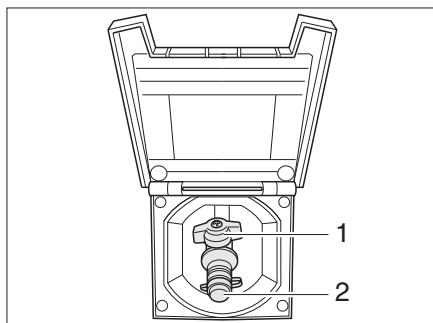

Bild 82 Extern gasanslutning, gasavstängningsventilen stängd
Den externa gasanslutningen (Bild 82) befinner sig, beroende på modell, på fordonets bakdel eller på fordonets vänstra resp. högra sida.
- Anslut den externa gasapparaten till anslutningar (Bild 82,2).
- Öppna gasavstängningsventilen (Bild 82,1).